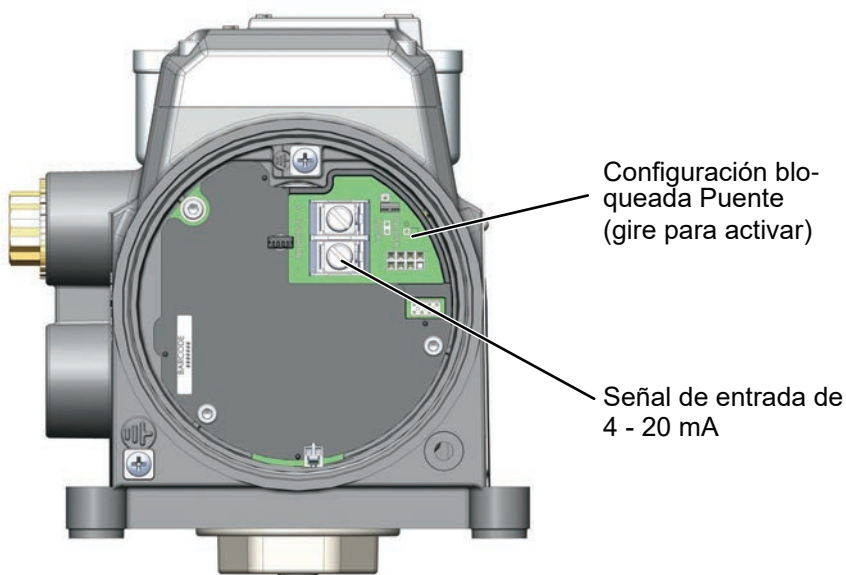

Figura 17- Conexiones al módulo electrónico (a través de la placa de terminales)
5. Localice el bloque de terminales correcto en la placa de terminales (consulte la Figura 17).